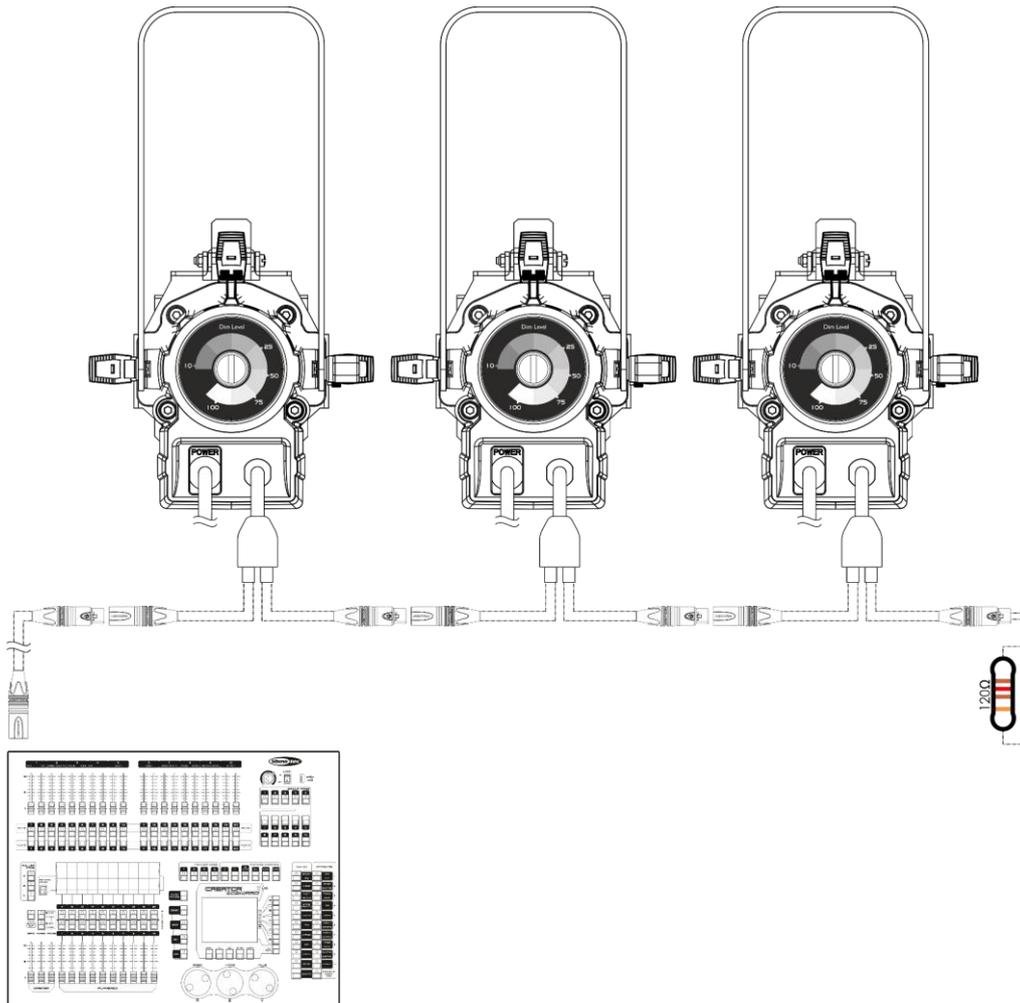

Fig. 09
04) Collegare le unità come indicato nella Fig. 09. Collegare la presa DMX "out" della prima unità alla presa DMX "in" della seconda unità, servendosi di un cavo di segnale DMX. Ripetere questo processo fino a collegare la seconda, la terza e la quarta unità.